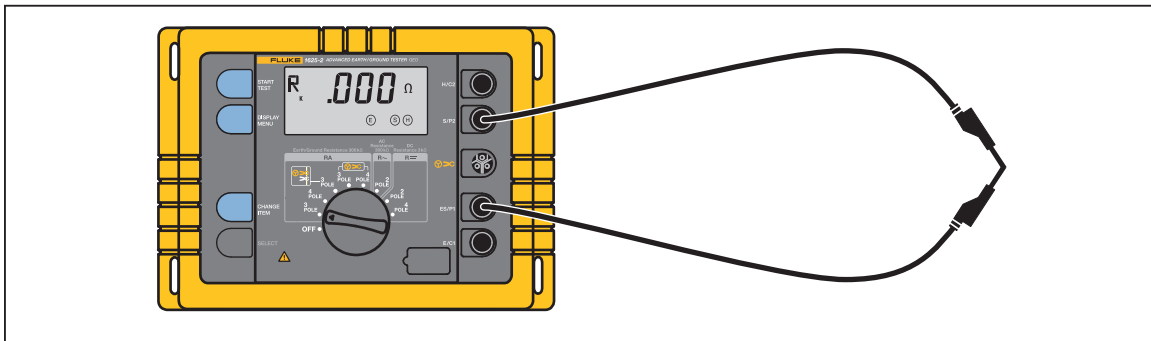

Abbildung 14. Kompensation des Messleitungswiderstandes
- Messleitung gemäß Abbildung 14 kurzschließen.